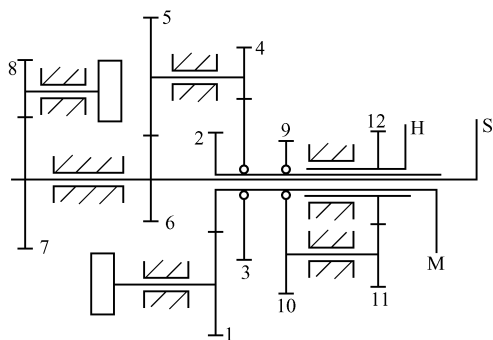

图 34
21. 如图 34 所示钟表传动示意图中, $Z_1=72$, $Z_2=12$, $Z_3=64$, $Z_4=8$, $Z_5=60$, $Z_6=8$, $Z_7=60$, $Z_8=6$, $Z_9=8$, $Z_{10}=24$, $Z_{11}=6$, $Z_{12}=24$, 求秒针 S 与分针 M 的传动比 i_{SM} 和分针 M 与时针 H 的传动比 i_{MH} 。
22. 已知 q 、 a 且 $F = qa$ ， $M = qa^2$ ，求如图 34 所示各梁的支座反力。